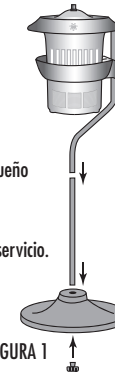

FIGURA 1
2. Arme la base, poniendo primero la cubierta y luego conectando el soporte del tubo dentro la base (Por favor vea FIGURA 1).